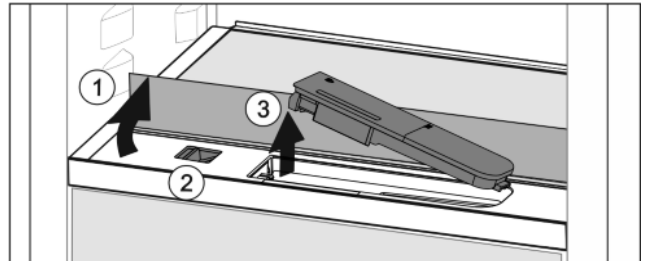

Fig. 36
- ▶ Soulever la tablette et la rabattre vers l'arrière jusqu'à la butée Fig. 36 (1).
- ▶ Pousser le curseur Fig. 36 (2) vers la gauche.
- ▶ Sortir le filtre à eau Fig. 36 (3).